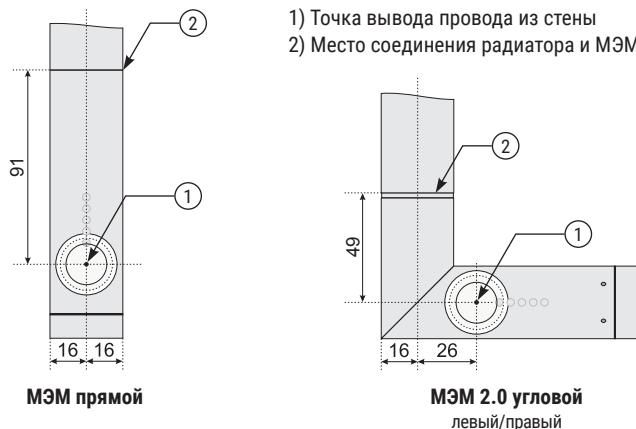

Рис.1
- При подключении через скрытую проводку многофункционального электрического модуля (МЭМ), необходимо заранее определить место для вывода электрического провода из стены. Для этого нужно воспользоваться ориентировочными размерами, предоставленными в данной инструкции (рис.1).